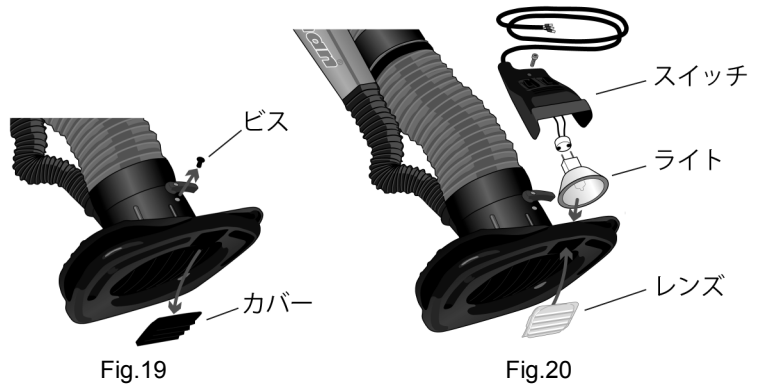

Fig.20
- 2) スイッチをビスで取付けてください。次にライトとレンズを取付けてください。(Fig.20)